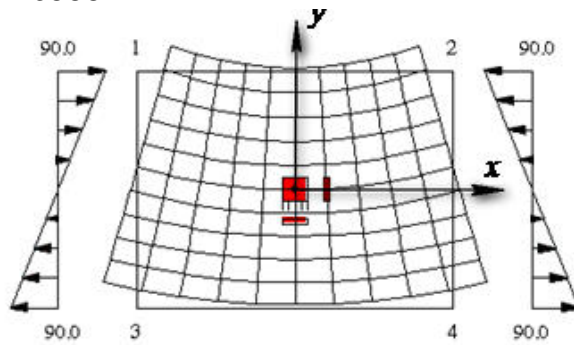

Рис.3.1
**3. Напряженно-деформированное состояние пластинки, показанной на рис. 3.1 представляет собой**